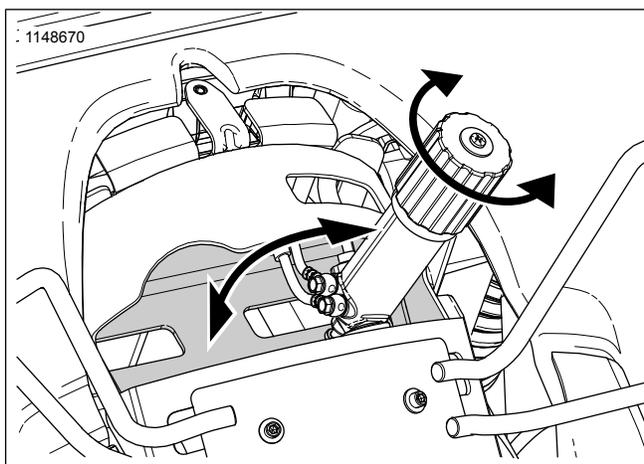

Figure 5. Ajusteur de suspension arrière
1. Consultez Figure 5 . Tournez le régleur afin qu'il ne soit plus en position rentrée.